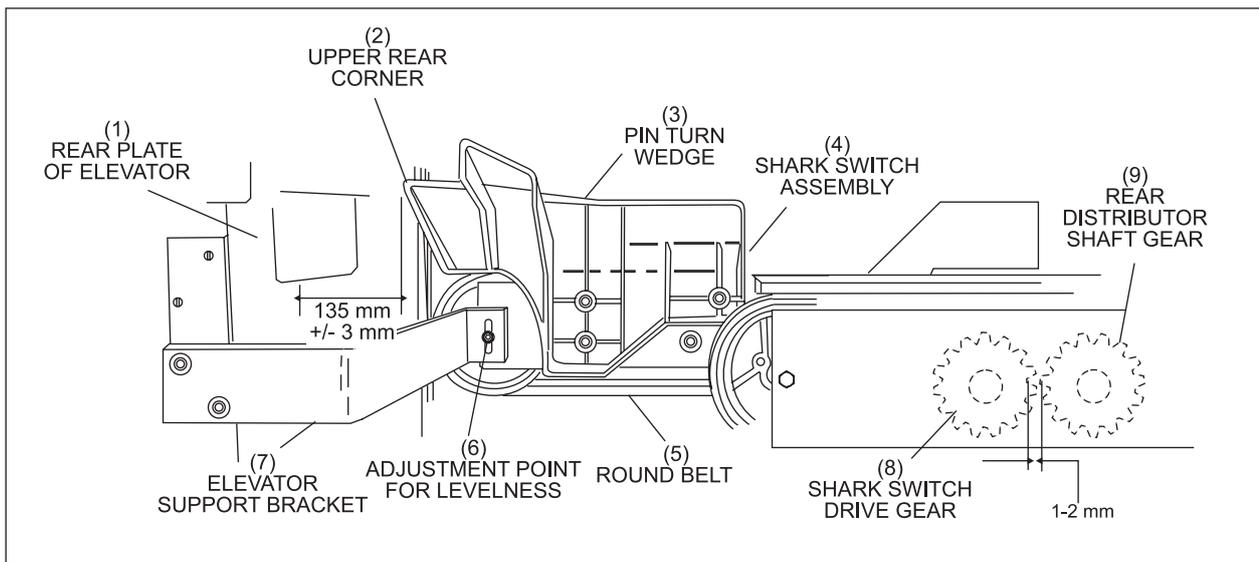
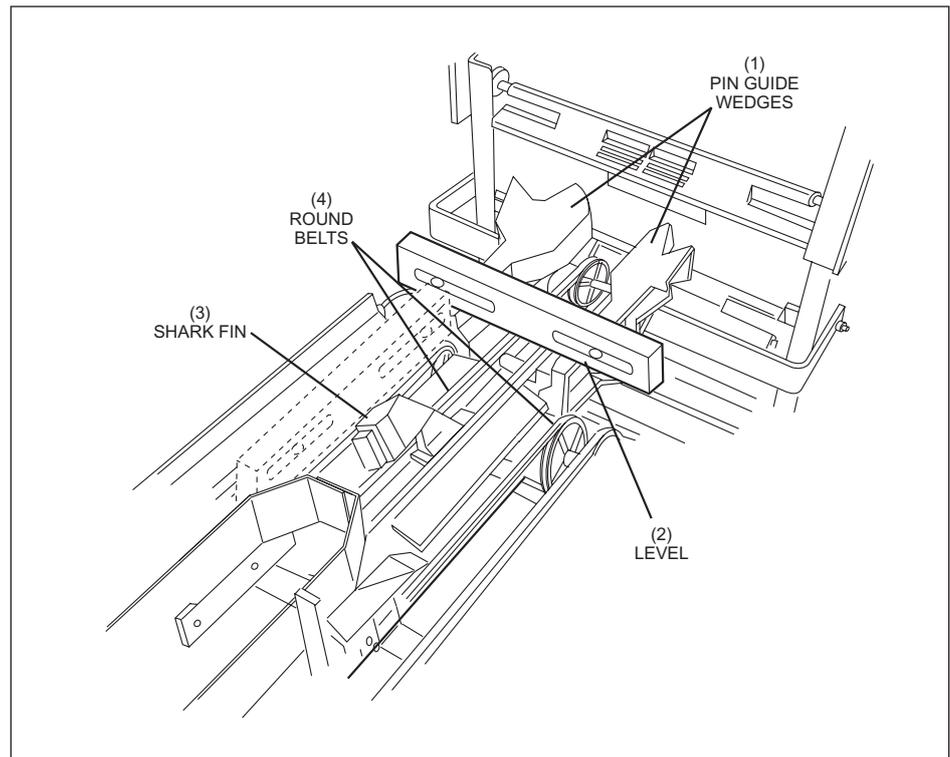
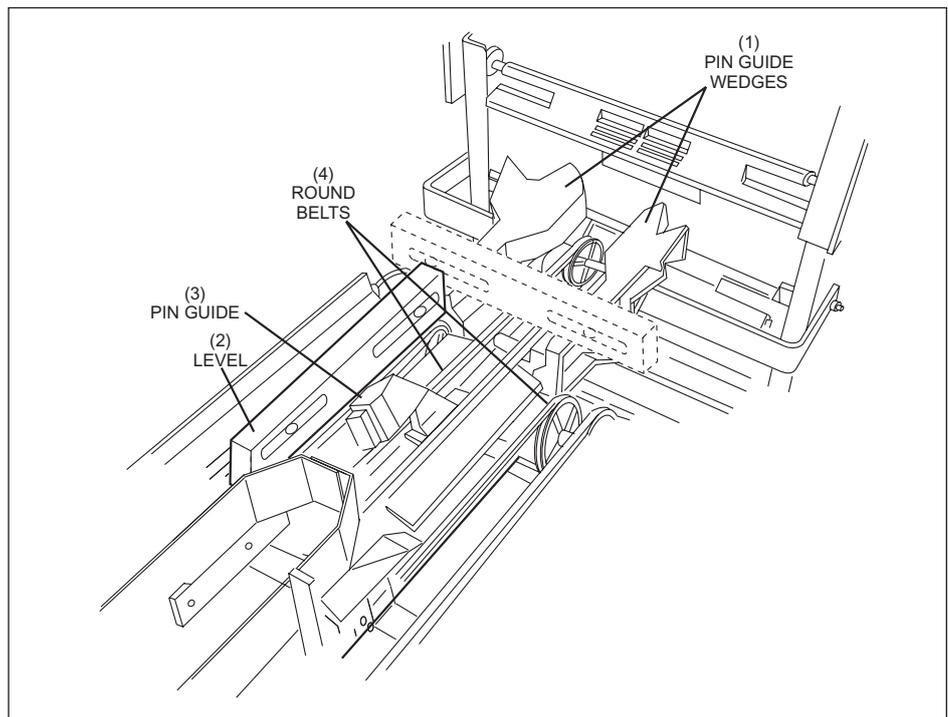

Figure 5-22. Positionnement de clé de tour de quille.
Figure 5-23. Ajustement de niveau d'interrupteur en nez de requin - Côte à côte.
Figure 5-24. Ajustement de niveau d'interrupteur en nez de requin - Avant collé à l'arrière.
Le coin arrière supérieur de chaque clé de tour de quille doit être de 135 mm. ± 3 mm à partir du plateau arrière de l'élévateur et un espace de dent d'environ 1-2 mm doit être observé aux pignons entre l'interrupteur en nez de requin et le distributeur. Pour vérifier l'espace de dent adéquat, vérifiez le mouvement de 1-2 mm en déplaçant manuellement la courroie d'avant en arrière. Reportez-vous à la *Figure 5-22*. Cela permettra le placement correct des quilles dans l'ensemble d'interrupteur en nez de requin.
- a. Desserrez le mécanisme de montage de clé de tour de quilles et positionnez la clé à 135 mm. Resserrez le matériel. Reportez-vous à la *Figure 5-22*.
- b. L'ensemble d'interrupteur en nez de requin et les clés de tour de quille doivent être installés côte à côte et l'avant collé à l'arrière. Reportez-vous à la *Figure 5-23* et la *Figure 5-24* pour positionner correctement le niveau et à la *Figure 5-22* pour l'emplacement d'ajustement.
- (1) CLÉS DE GUIDE DE QUILLE
- (2) NIVEAU
- (3) AILETTE EN NEZ DE REQUIN
- (4) COURROIES RONDES